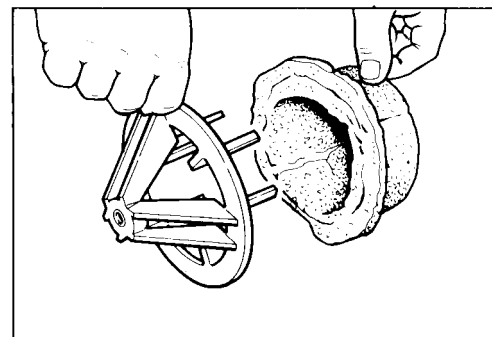

Fig. 29
- Rimuovere il filtro aria (fig. 29) e procedere al lavaggio utilizzando un apposito detergente. Immergerlo poi in olio per filtri e strizzarlo accuratamente.